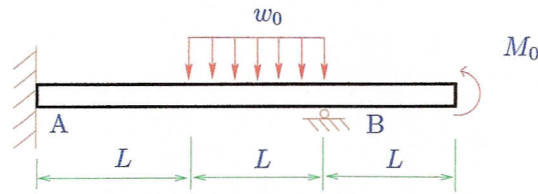

Figura 2: Problema calculo de reacciones en viga
2. En la figura 2 se tiene una viga para la cual $I = 4 * 10^{-6} \text{m}^4$ y $E = 190\text{GPa}$. La viga está empotrada en A, en tanto que en B está sobre un soporte simple. En el extremo derecho de la viga se aplica un momento $M_0 = 500\text{Nm}$. La viga también está sometida a una fuerza uniforme $w_0 = 1000\text{N/m}$. Usando el teorema de Castigliano determine las reacciones en A y B. Se tiene $L = 2\text{m}$. (20 puntos)